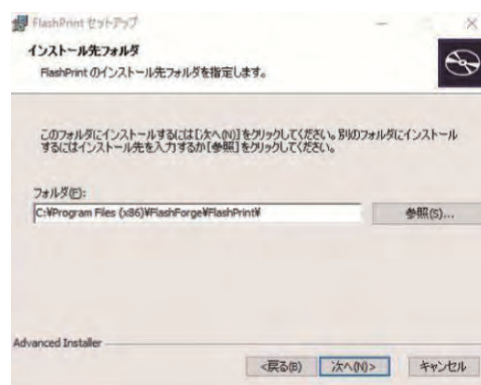

図 6-4
- ⑤ (図 6-4) インストールルートを選択、それから、[次へ]をクリックします